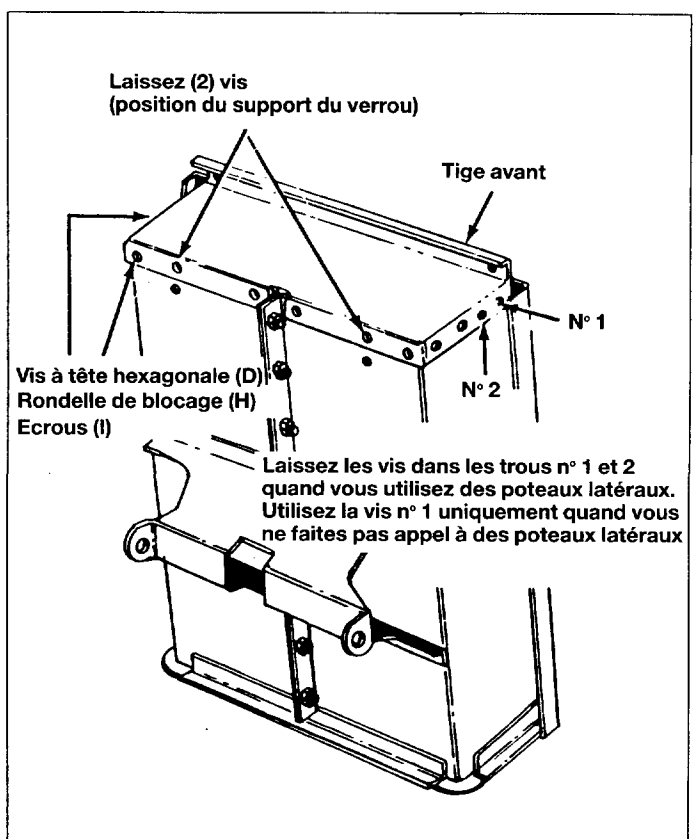

Fig. 8
13. Montez la tige avant contre la partie ouverte de la remorque. Utilisez des vis à tête hexagonale de 6 mm x 12 mm (D), des rondelles de blocage (H) et des écrous (I). Les têtes des vis doivent être du côté intérieur de la remorque. Voir la figure 8.
REMARQUE! Laissez les vis dans les trous n° 1 ou n° 2 lorsque vous utilisez des poteaux latéraux. (Équipement spécial). Voir la figure 8.